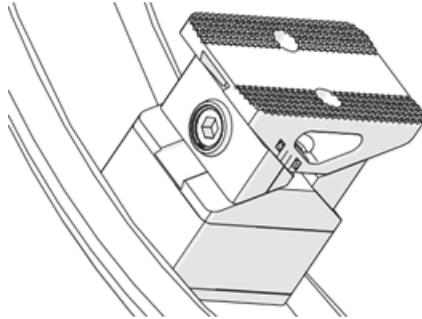

图1-17 支脚垫块已安装
2. 拆下支脚后，根据管道尺寸安装或拆除垫块（参见第37页的图1-17）。